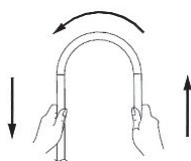

図1
- (1) 湾曲部、先端部を含む挿入部全長の外表面に亀裂、へこみ、膨らみ、エッジ、キズ、内部からの金属線の突き出し、突起、たるみ、変形、折れ曲がり、異物の付着、部品の脱落などの異常がないことを確認すること。
- (2) ビデオ内視鏡画像が曇って見えるような現象がないこと。
- (3) ビデオ内視鏡先端部の送気/送水ノズルに異常な突き出し、へこみ、脱落、変形などの異常がないことを確認すること。
- (4) 挿入部を両手で持ち、全長にわたって図1に示すように順次半円の頂点をずらすように曲げたときに、適切な軟らかさを有しており、軟らかさが不連続になっているなどの異常がないこと。